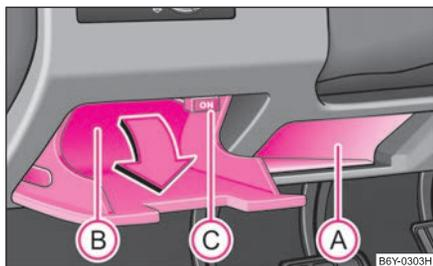

Abb. 77 Schalttafel:
Das verschließbare Ablagefach (B) ist durch Umklappen des Deckels in Pfeilrichtung zu öffnen ⇒ Abb. 77.